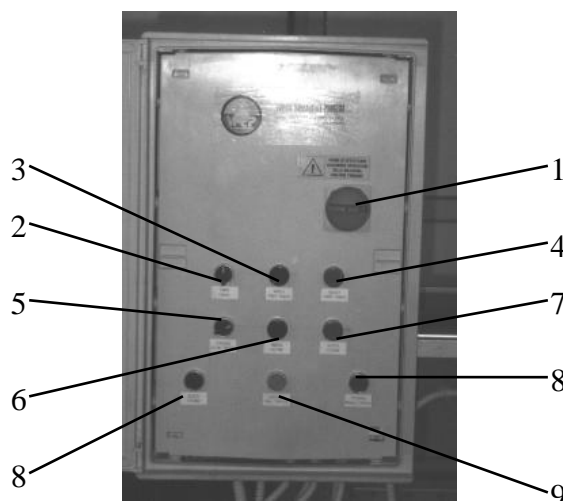

fig. 7
Si riporta di seguito, nella fig. 7, la descrizione topografica del quadro comandi e quindi la descrizione d'uso.
La macchina per la sua disposizione non ha bisogno di particolari arresti di emergenza visto che gli organi di movimento sono completamente segregati e il movimento di chiusura è ad azione mantenuta a due mani, in caso di necessità si può comunque agire dal posto comando sul **SEZIONATORE GENERALE 1** (fig. 7), opportunamente segnalato come arresto di emergenza (Norma EN 418 e EN 60204-1).
1) La manutenzione meccanica alla macchina, la pulizia e/o sostituzione di parti e/o tutte quelle operazioni che non necessitano di tensione deve essere fatta mettendo il sezionatore generale (fig. 7) in posizione di "O" e chiudendo lo sportello del quadro a chiave. Il manutentore deve tenere la chiave in tasca.